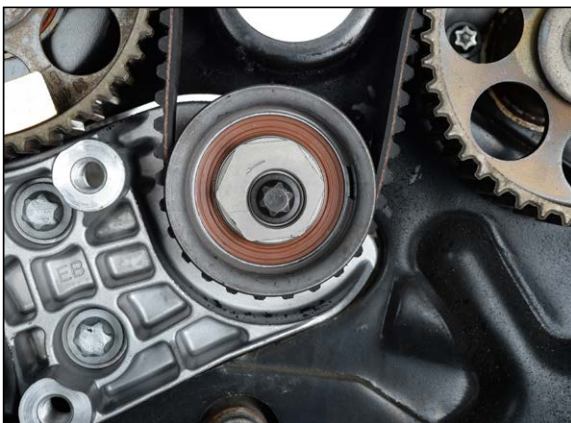

Fig. 18
4. Rodar o excêntrico da polia tensora superior com a chave tensora MKM-6038 ou um alicate para bomba de água no sentido contrário ao dos ponteiros do relógio até a ponta do excêntrico ficar na posição das 11 horas (Fig. 18).